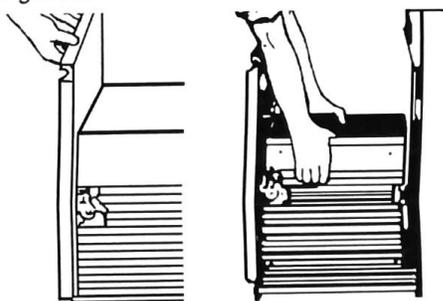

FIGURE 1
3. Retirer le tiroir. Saisir la poignée et soulever l'avant du tiroir jusqu'à passer la butée du tiroir. Saisir les côtés du tiroir et soulever le tiroir pour le sortir du compacteur. Voir Figure 1.